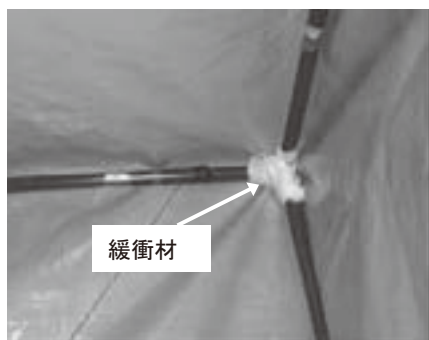

図1 ジョイント部分に巻き付けた緩衝材
- ② シートを保護するため、ポールのジョイント部分に緩衝材 (図1) を巻き、床面にベニヤ板を敷き養生をおこなう (写真6)。
- ③ 殺虫バッグの配管器具取り付け位置の穴 (CO₂投入口, 排気口, サンプリングホース, 攪拌用ファンの電気コード, ガス置換口) に、ポリ塩化ビニル (以下, 塩ビ) 製の配管ユニットを内と外からバッグを挟み込んで取りつける。その際、バッグとユ